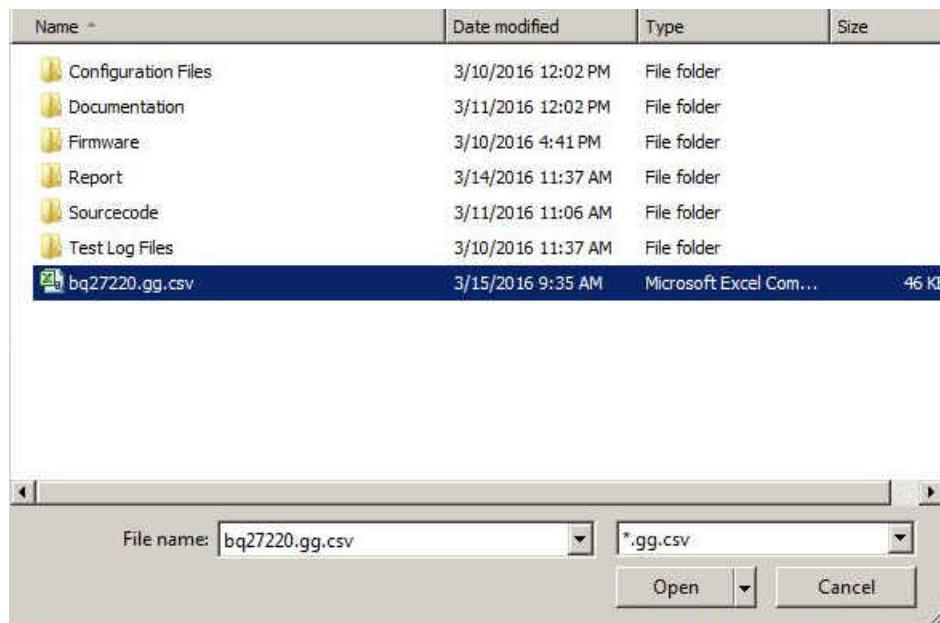

图 8-4. 加载 .GG 文件
1. 浏览至所需的模板或样例 *.GG 参数文件。 (示例 : 图 8-4 中的 BQ27220.gg.csv。)